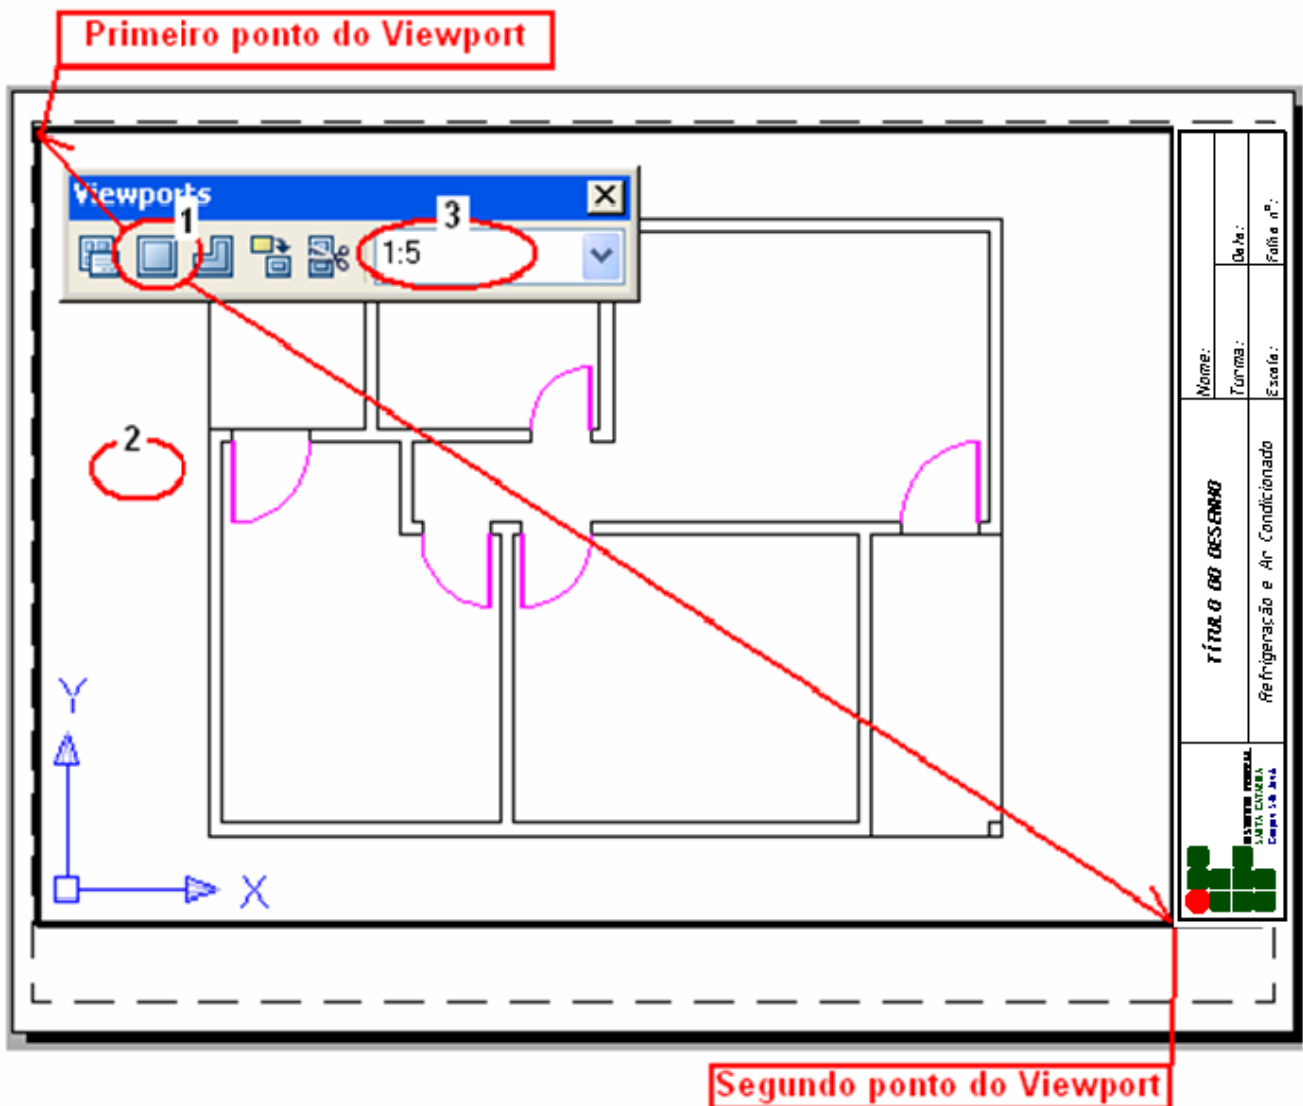

Figura 11.19: Ajuste da escala com Viewports.
Ative a barra de comando *Viewport* e clique em (1) *Single Viewport* (☐). O programa pede dois pontos de uma janela. Indique os pontos clicando nos locais mostrados na figura 11.19.